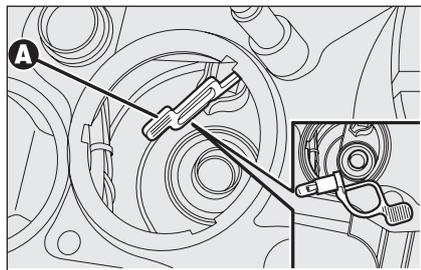

fig. 24
- agire sulla linguetta **A-fig. 24**, estrarre la lampada e sostituirla;